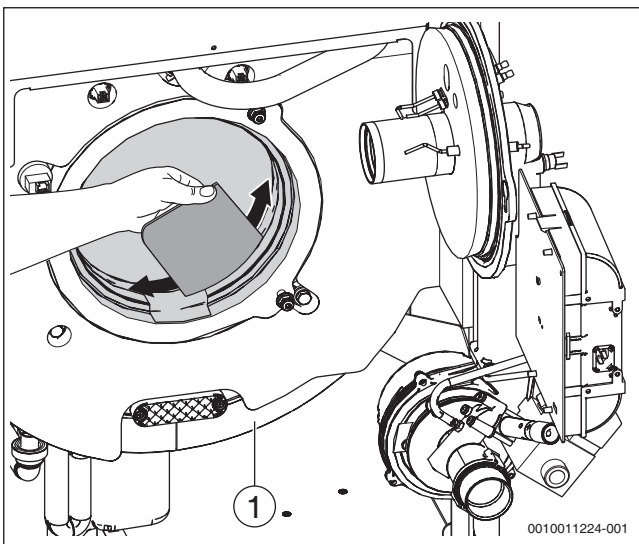
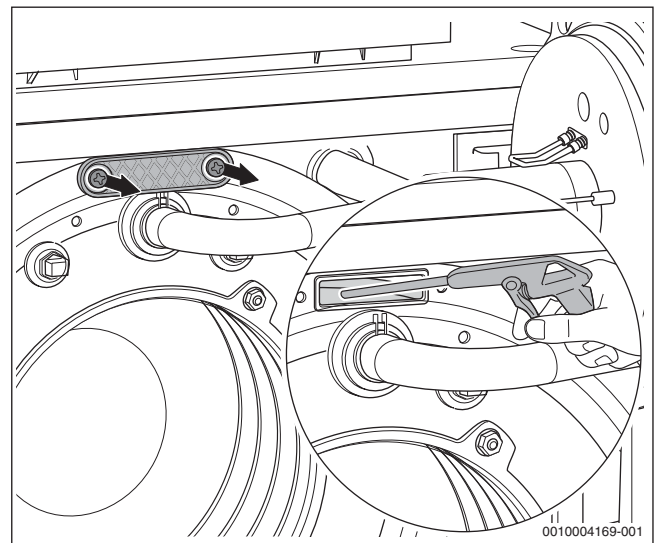

Bild 77 Heizgasspalte mit Reinigungsspachtel reinigen
Bild 78 Wärmetauscher mit Sprühlanze reinigen
- Reinigungsdeckel (→ Bild 77, Seite 47, [1] und Bild 78) abnehmen.
- Heizgasspalte mit Reinigungsspachtel reinigen (→ Bild 77, Seite 47).